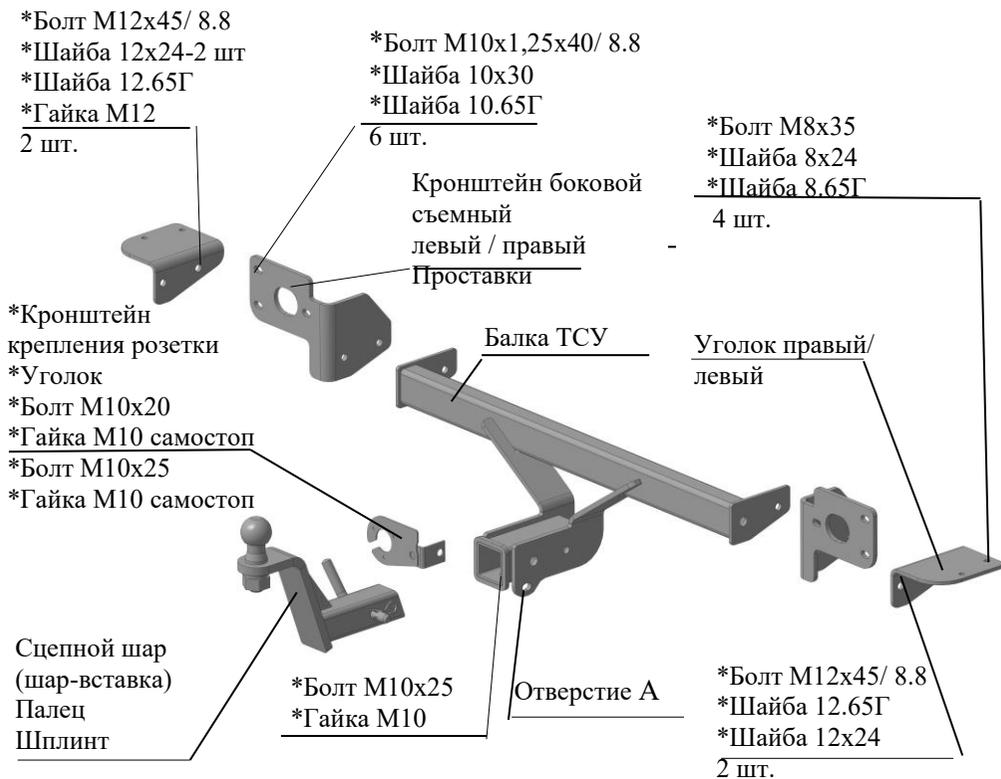

Рис.1 Тягово-сцепное устройство ТСУ 8403.
2.1 ТСУ 8403 в сборе (рис.1)	1 шт.
2.2 Пакет с комплектующими (см. рис.1)	1 шт.
4.2 Установить уголки левый и правый к нижним поверхностям лонжеронов и закрепить болтами М8х35 и крепежом соответственно рис.1 Крепеж не затягивать.
4.3 Установить кронштейны боковые левый и правый к задней панели кузова и закрепить болтами М10х1,25х40 и крепежом соответственно рис.1. (Между кронштейнами и рамой а/м предварительно установить проставки – на рис. 1 условно не показаны). Крепеж не затягивать
4.4 Установить балку ТСУ к боковым съемным кронштейнам и уголкам и закрепить болтами М12х45 и крепежом соответственно рис.1. Крепеж не затягивать.